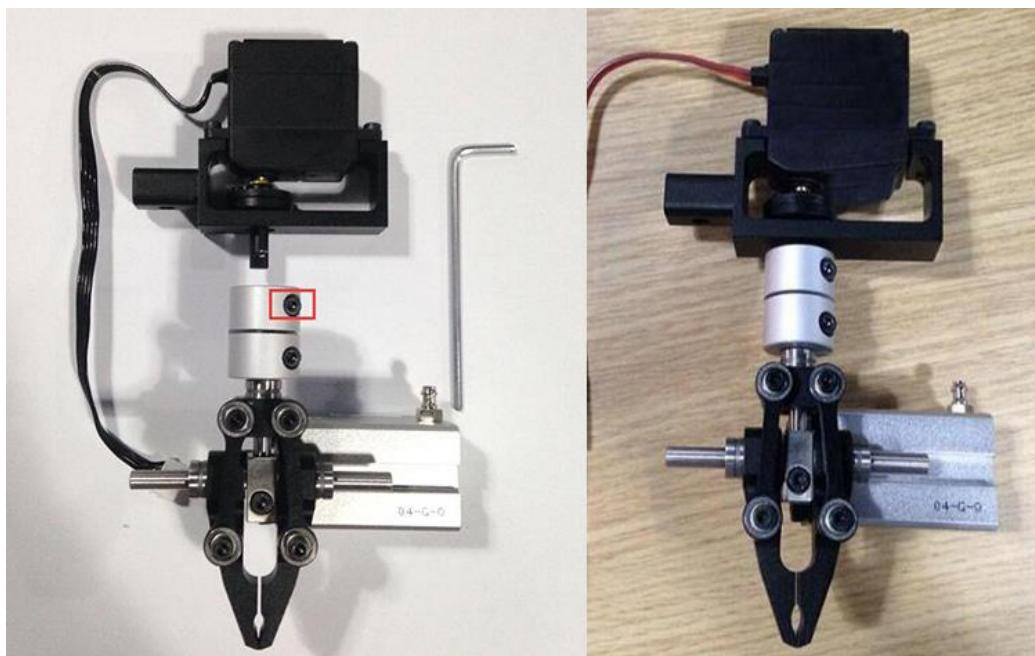

图 5.13 安装手爪
**步骤 2** 用2.5mm内六角扳手将手爪套件安装在舵机上，如图 5.13所示。